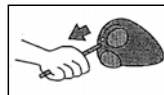

Рисунок 1
1. **Встановлення антени** - протягніть антену із задньої частини головки вперед. Сумістіть плоску частину основи антени з пазом всередині головки. Потягніть, доки вона не зафіксується на місці (див. Рис. 1).